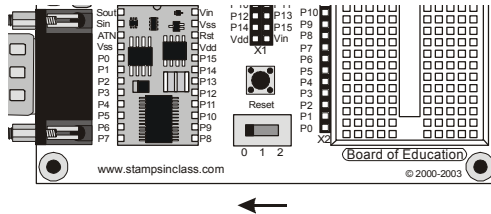

Figura 1-49
- √ Se state usando la Board of Education Rev C, posizionare l'interruttore a tre posizioni nella posizione 0 spingendolo a sinistra come mostrato in Figura 1-49.